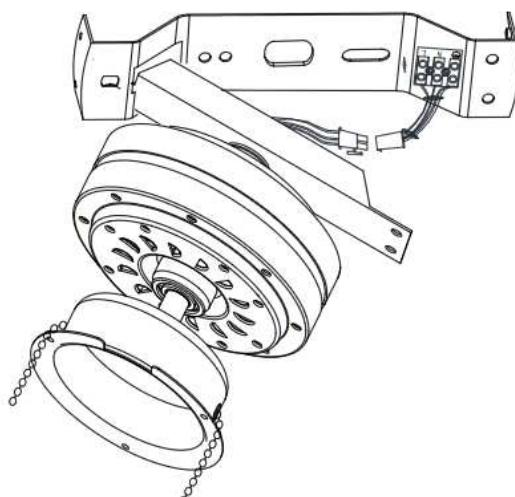

Fig. 5
- Despues de completar el cableado eléctrico en el soporte de montaje terminal y conectar el motor del ventilador y el cableado fijo mediante los conectores rápidos de 4 puertos. Fig.5
2. Asegure las aspas con los 3 tornillos para aspas y asegúrese de que los 3 tornillos están apretados por igual. No apriete los tornillos demasiado ya que esto puede dañar las aspas. Repita este proceso en todas las aspas. Fig 5.